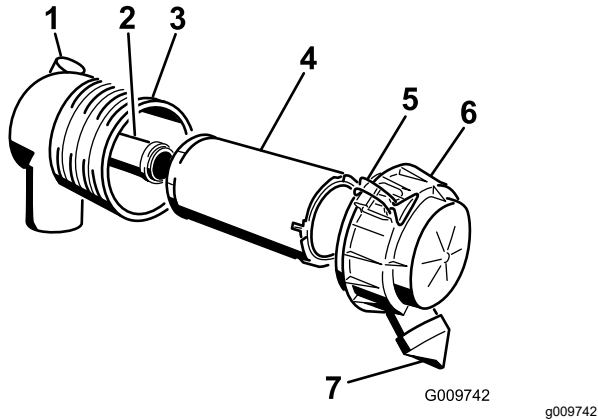

Bild 55
1. Schieben Sie den Hauptfilter vorsichtig aus dem Luftfiltergehäuse heraus (Bild 55).
4. Wenn Sie den Sicherheitsfilter auswechseln, schieben Sie den neuen Filter vorsichtig in das Filtergehäuse (Bild 55).
6. Bringen Sie die Luftfilterabdeckung so an, dass die Seite mit UP nach oben zeigt, und rasten Sie die Riegel ein (Bild 55).